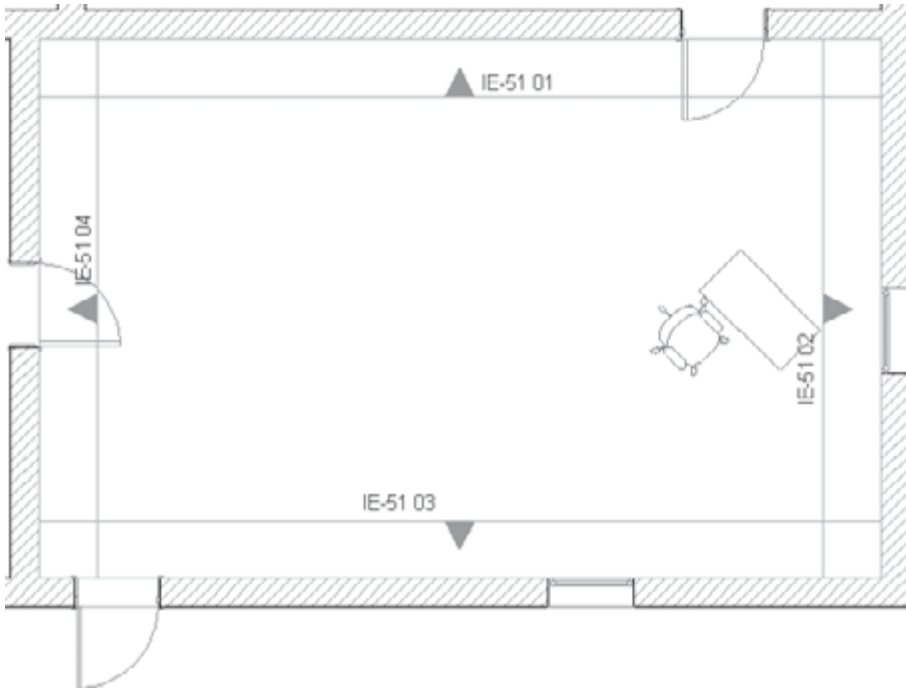

Рис. 11.29. Результат построения прямоугольного интерьера
- Щелкните кнопкой мыши на необходимой точке. На плане этажа будут размещены четыре маркера интерьера (рис. 11.29), а в разделе Interior Elevations (Интерьеры) навигатора появится группа из четырех интерьерных видов.